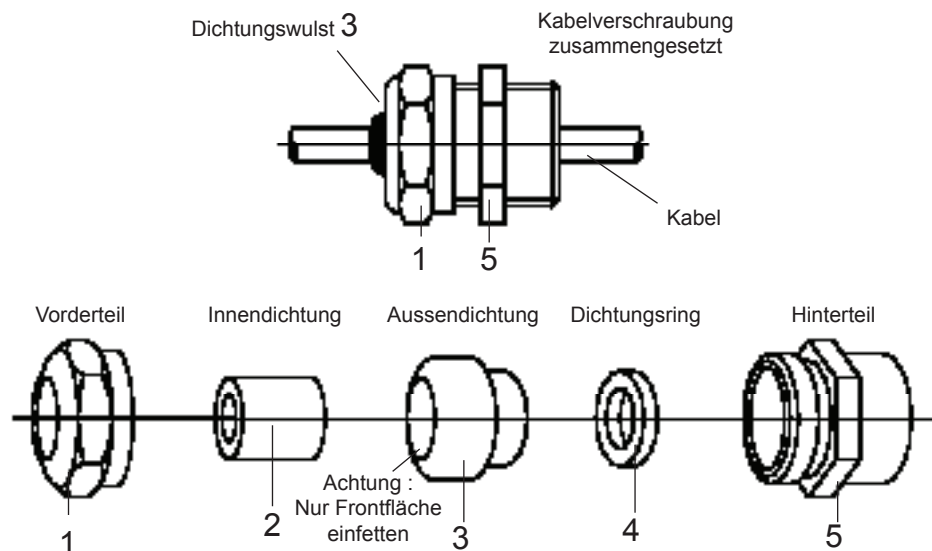

Abb. 4-2 : Stopfbuchse (Ansicht, komplett und in Einzelteilen zerlegt)
- Durchführen der Kabel durch die Kabelverschraubung, indem wie auf Abbildung 4-2 gezeigt vorgegangen wird :
- Lösen des Bauteils ①  indem im Gegenuhrzeigersinn gedreht wird. Das Bauteil ⑤ soll nicht vom Gehäuse entfernt werden.
- Herausnehmen der Dichtungsringe ② und ③ aus dem Bauteil ① (die Bauteile ② und ③ erlauben ein Anpassen der Stopfbuchse an die verschiedenen Kabeldurchmesser). Das Bauteil ② kann nun durch einfaches Herausdrücken aus dem Bauteil ③ entfernt werden.
- Kabel durch die Bauteile ①, ② (wenn verwendet), ③, ④ und ⑤ durchführen.
- Bauteile der Stopfbuchse montieren und, vor Positionieren des Bauteils ①, Dichtungsring ③ mit Silikon entsprechend Anleitung auf Abbildung 4-2 einreiben. Bauteil ① langsam drehen, so dass die Dichtungen ② und/oder ③ leicht herausgedrückt werden. Damit tritt die gewünschte Abdichtung in Wirkung.